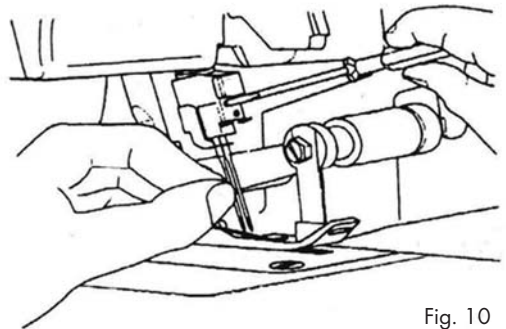

Fig. 10
2. Desserrer les vis de l'aiguille avec le petit tournevis jusqu'à ce que l'aiguille se desserre (Fig. 10).
3. Serrez les vis à aiguilles avec le petit tournevis (Fig. 10).